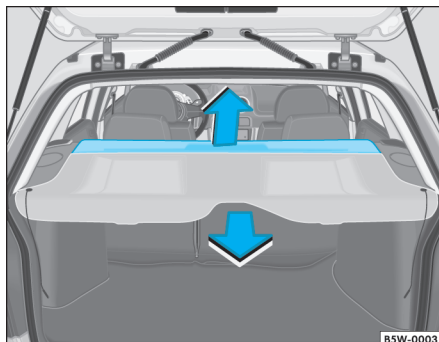

Fig. 72 Cubierta del maletero: retirada e instalación
- Destrabe la parte delantera de la cubierta, empujándola hacia arriba - flecha superior- ⇒ fig. 72.
- Tire la cubierta para la parte trasera del vehículo -flecha inferior- ⇒ fig. 72.